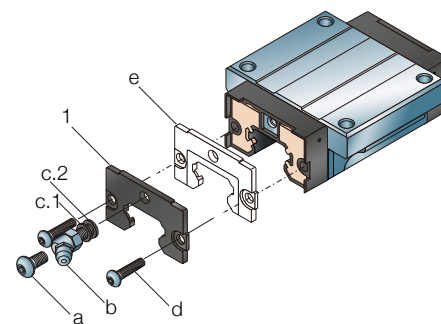

Abb. 29
1. Entfernen Sie den Schmiernippel (b) und die Unterlegscheibe (c.1 und c.2), oder die Stellschraube (a) (↳ Abb. 29)
3. Die vordere Dichtung (e) entfernen und durch die Reibungsarme Deckscheibe (1) ersetzen